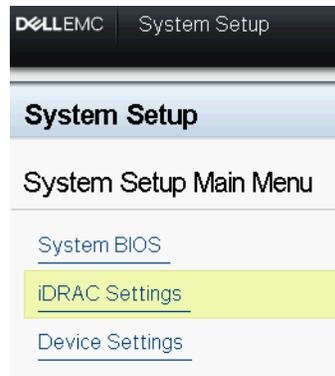

Figura 6-2. Configuração do sistema, Configurações do dispositivo
2. Entre no menu de configuração **Device Settings** (Configurações do dispositivo) da **System Setup** (Configuração do sistema) do BIOS do sistema (consulte Figura 6-2).